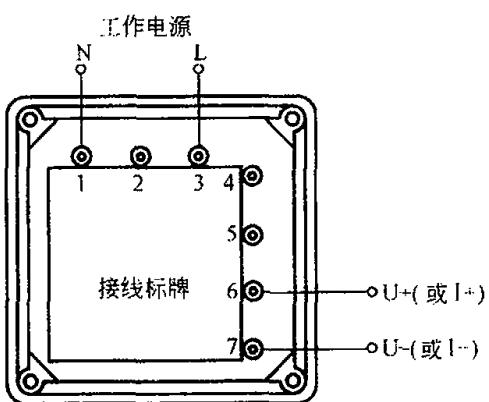

图 86 SHD137/SHD147 数字变送器指示表接线图
86. SHD137/SHD147 数字变送器指示表接线图 (见图 86)